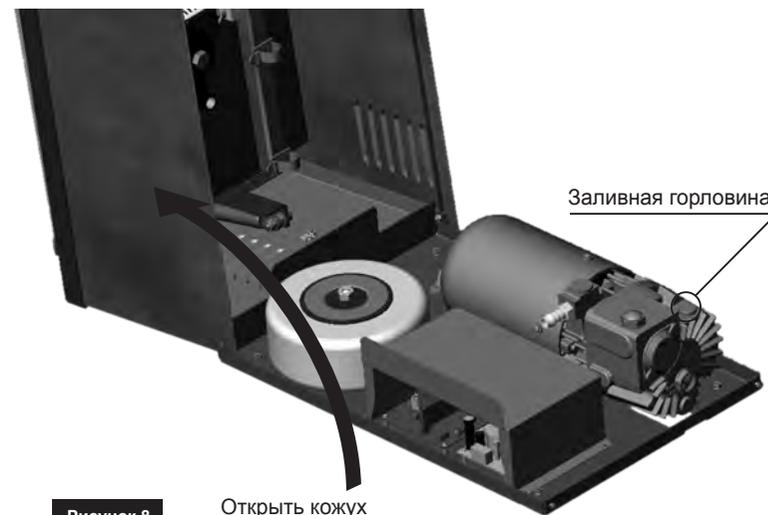

Рисунок 8
2. Откройте корпус вакуумного упаковщика (см. Рис. 8) по направлению стрелки;
3. Открутите пробку заливной горловины (см. Рис. 8);